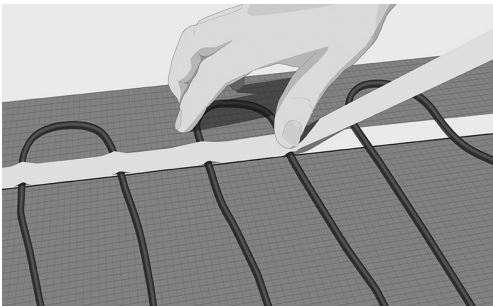

Fig. 12. Fastgør kabel med afdækningstape
10. Ved brug af afdækningstape låses varmekablet fast. Tapen trykkes godt fast over toppen af kablet og ned på den dobbelt klæbende tape (fig. 12).